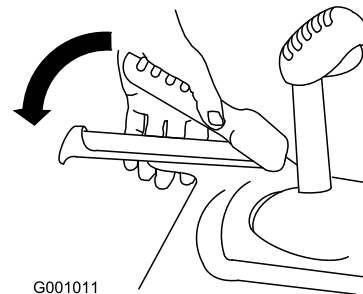

Bild 14
3. Drücken Sie den linken Griff (Fahrtrieb) zum Handgriff (Bild 14).
6. Drücken Sie den linken Griff (Fahrantrieb) zum Handgriff (Bild 14).